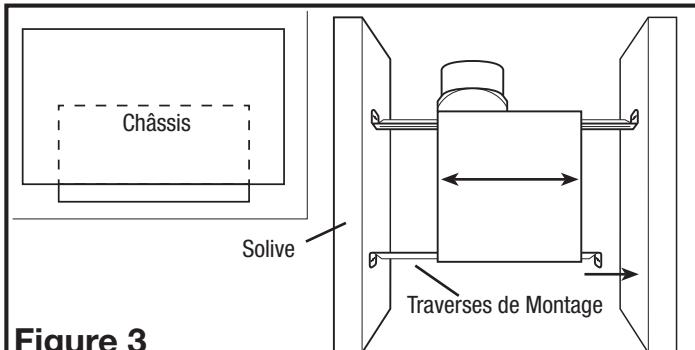
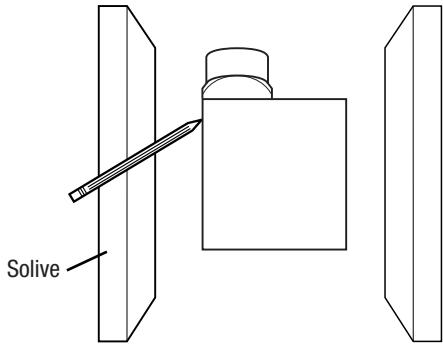

Figure 3
Figure 4
2. Installer les traverses sur le châssis et positionner le châssis près de la solive. Aligner le châssis pour qu'il soit à effleurement avec le plafond fini. Fixer les extrémités des traverses avec des clous ou des vis (non-comprises) aux solives et glisser le châssis à sa position finale (**Figure 3**).
2. Placer le châssis en position entre les solives et tracer un contour sur le matériau du plafond (**Figure 4**). Mettre le châssis de côté et découper l'ouverture, en prenant soin de ne pas couper ou endommager des câbles électriques dissimulés ou autres utilités. Installer les traverses sur le châssis et positionner le châssis dans le trou percé précédemment afin qu'il soit à effleurement avec le plafond fini. Fixer les extrémités des traverses aux solives (**Figure 3**).